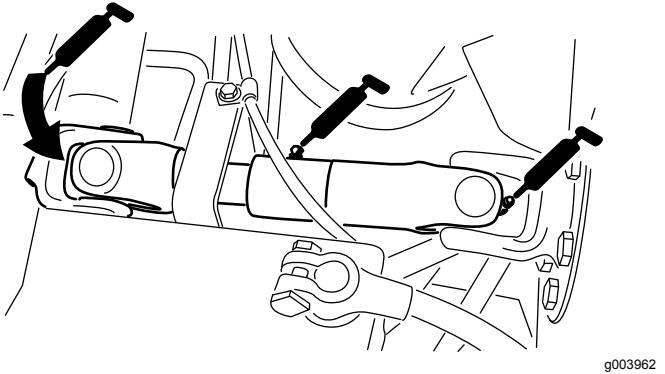

Figura 27
- Giunto ad U del semiasse fra motore e pompa (3) — Figura 27